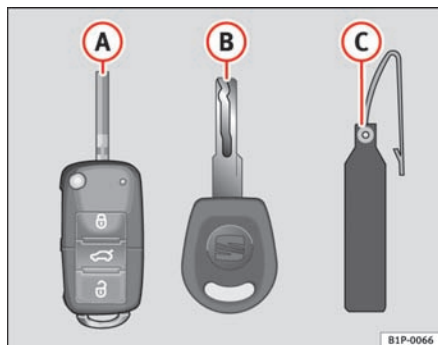

Fig. 63 Juego de llaves
- una llave con mando a distancia ⇒ fig. 63 A con espadín desplegable,
Sólo es posible hacer duplicados con el número de la llave del llavero de plástico ⇒ fig. 63 B. Por este motivo:
- Utilice las dos llaves que se entregan con el vehículo ⇒ **página 103, fig. 63**, la llave provista de emisor de radiofrecuencia  y la llave convencional .